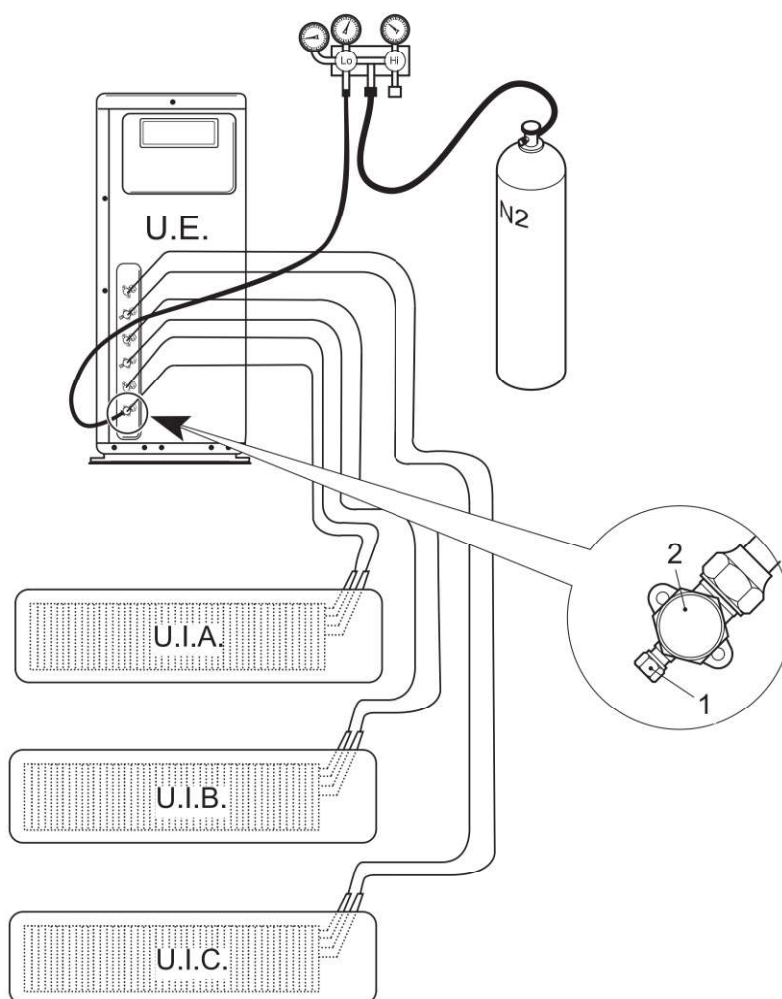

fig. 23 -
- Met de servicekleppen van de buitenunit volledig gesloten, verwijdert u de dop van de servicekraan (deel 1 - "afb. 23 -") en de verbinding (deel 2 - "afb. 23 -") van de gasklep (de grotere)